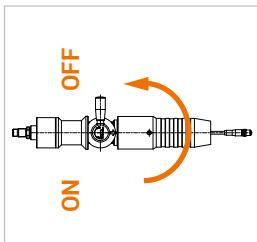

Figure 8
- ▶ Tournez le levier de commande (pos. 3) du nozzle de ravitaillement de 180° en position OFF (*Figure 8*).